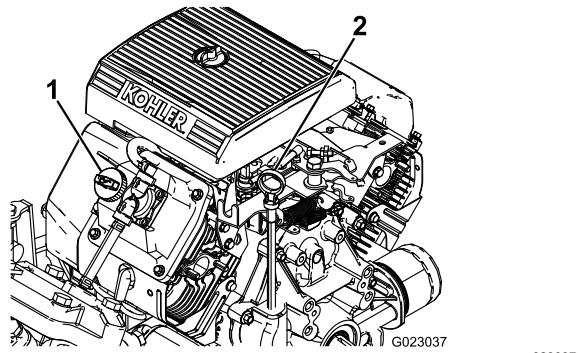

Figure 40
2. Retirez la jauge et essuyez-la sur un chiffon propre (Figure 40). Remettez la jauge dans le tube en l'enfonçant complètement. Sortez de nouveau la jauge et vérifiez le niveau d'huile.
3. Si le niveau d'huile est trop bas, enlevez le bouchon de remplissage du couvre-culasse (Figure 40) et versez la quantité d'huile nécessaire dans l'orifice pour faire monter le niveau jusqu'au repère MAXIMUM sur la jauge. Versez l'huile lentement et vérifiez souvent le niveau durant la procédure. Ne remplissez pas excessivement.
8. Versez lentement environ 80% de la quantité d'huile spécifiée dans le goulot de remplissage (Figure 40).